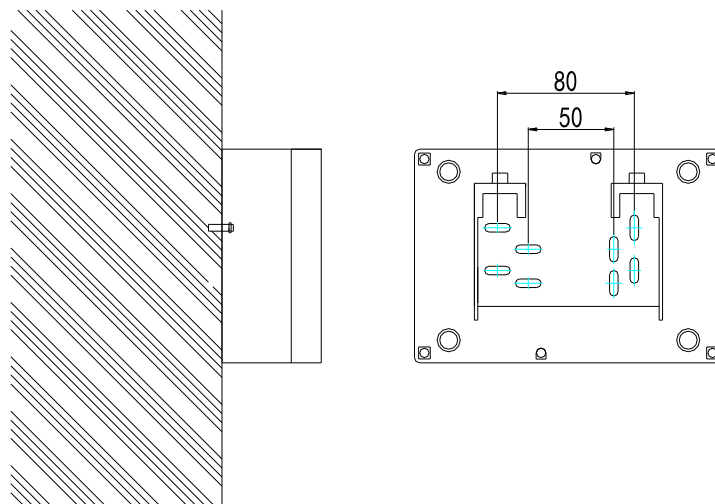

图 3 处理单元安装孔示意图
2. 处理单元壁挂方式：用两只塑料胀管木螺钉组  $\Phi 6 \times 30$  GB/T 951 3.5 将产品固定在墙壁上，安装示意图如下图 3：